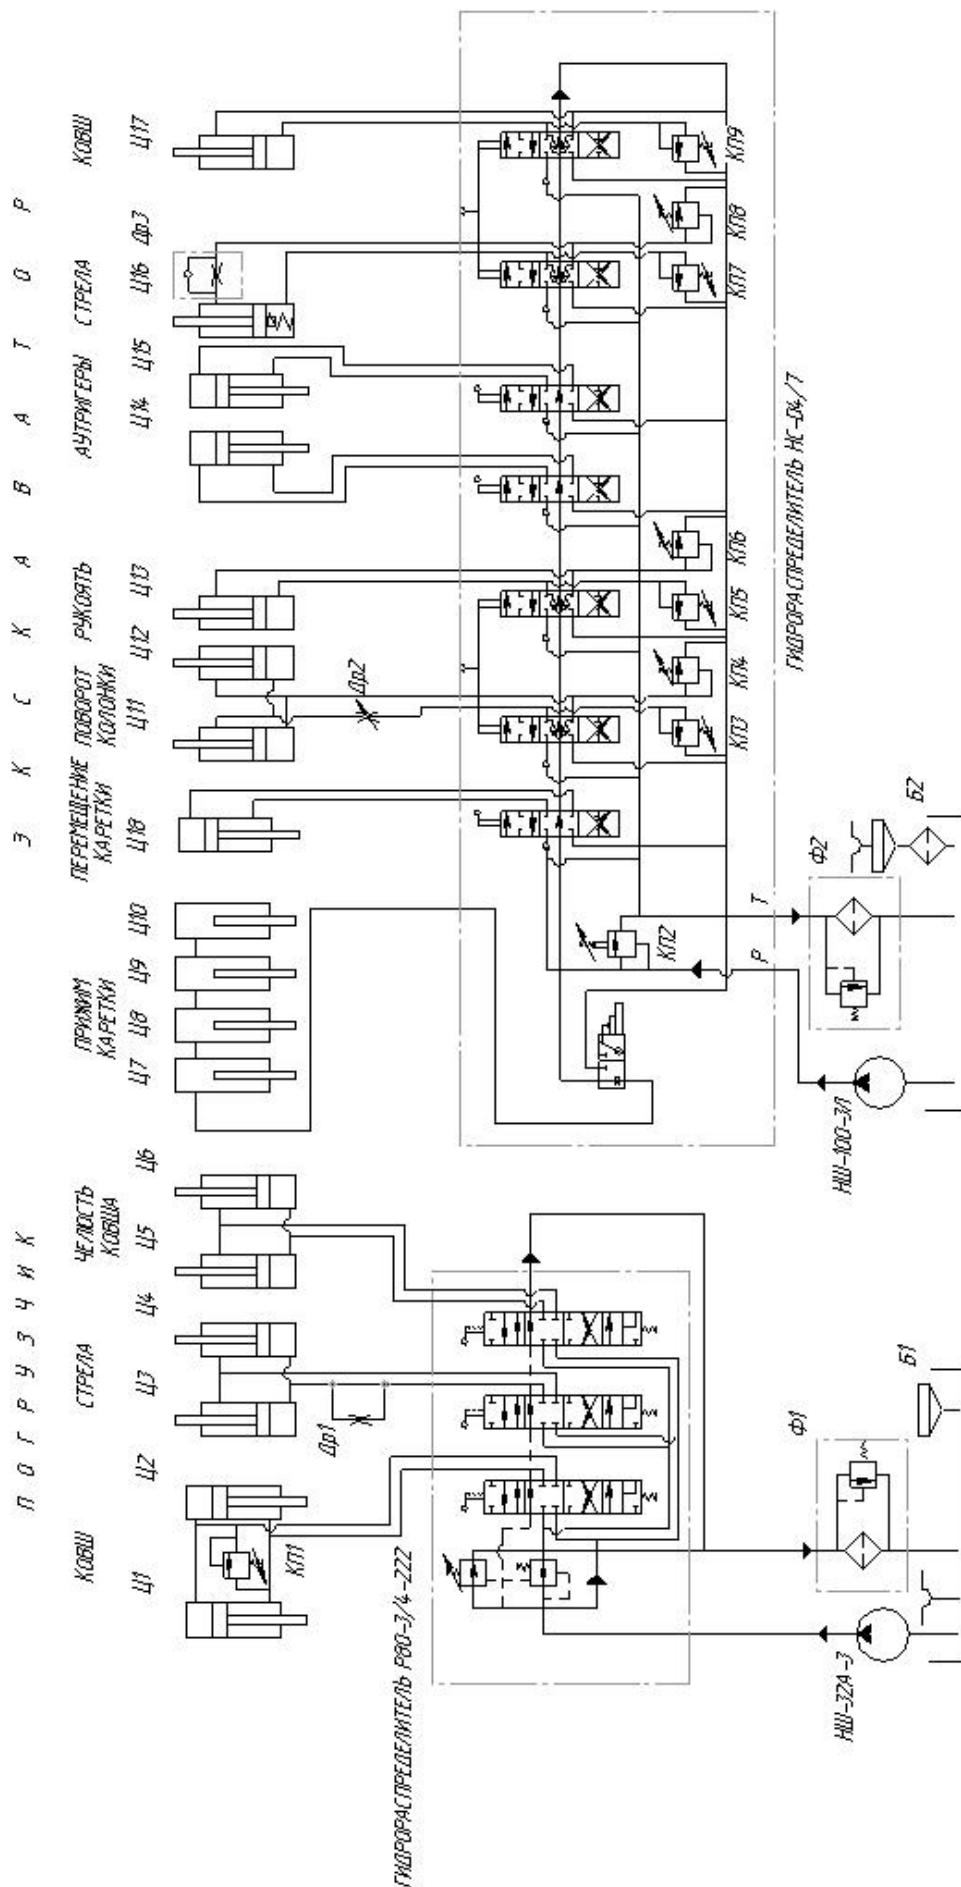

Рис. 2.5 Схема гидравлическая принципиальная
3. Действия при отказе механизма перемещения каретки (Толкатель 1(Рис.2.5) находится в среднем положении).
3.1. При частом многократном перемещении каретки возможен отказ механизма перемещения каретки в этом случае необходимо установить корпус 2 (Рис.2.5) механизма таким образом, чтобы кулачок 3 (Рис.2.5) находился между зубьями направляющей 4 (Рис. 2.5) не касаясь их.
3.2. Вручную передвинуть толкатель 1 (Рис. 2.5) в крайнее положение, и продолжить работу.